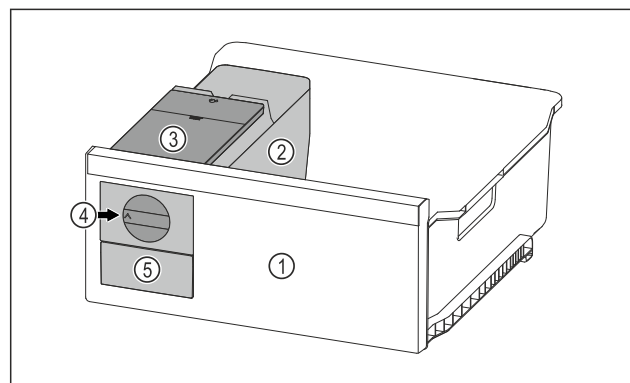

Fig. 149 Ilustratīvs attēlojums
- Pagrieziet grozāmo rokturi Fig. 149 (4) pulksteņrādītāja kustības virzienā līdz galam.
- Ledus gabaliņi krīt ārā no trauciņa ledus gabaliņiem iekšā ledus gabaliņu atvilktnē Fig. 149 (5).